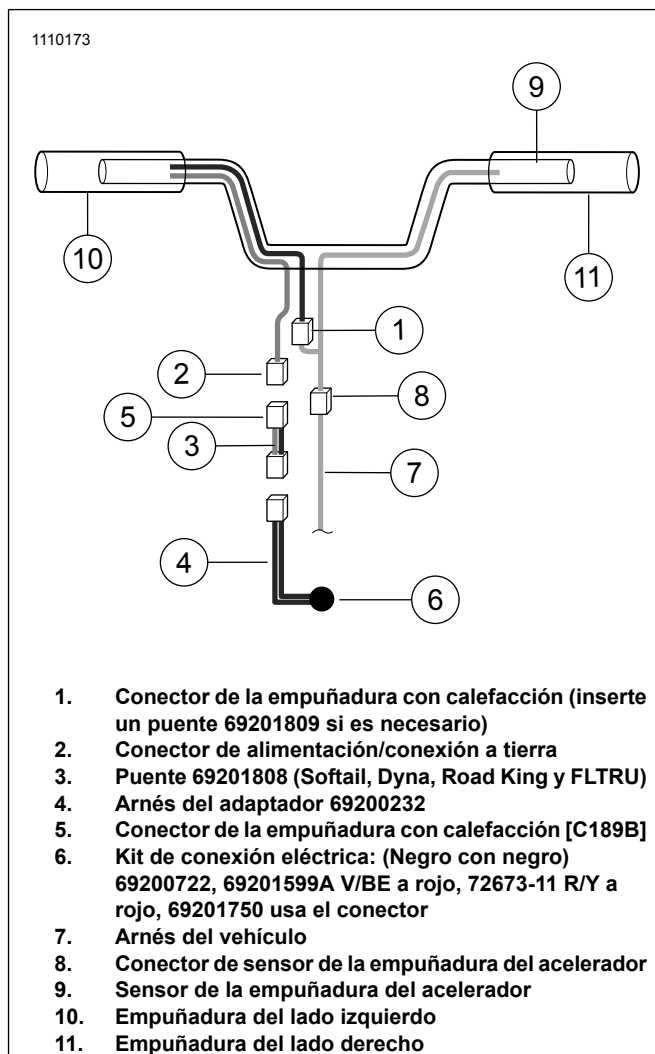

Figura 9. Conexiones eléctricas
- Vea la Figura 9. Quita el fuselaje exterior.
- Conecte la interconexión de la empuñadura con calefacción (1) de Figura 9 a la empuñadura de la izquierda.
- Conecte el cable de conexión a tierra/alimentación de la empuñadura con calefacción (2) del lado izquierdo de Figura 9.
3. Conecte la interconexión de la empuñadura con calefacción (1) de Figura 9 a la empuñadura de la izquierda.
- b. Vea la Figura 9. Acople el conector de 2 patillas de la empuñadura con calefacción (2) al conector de 2 patillas de 69201750 detrás del faro delantero. Agregue el puente (3) si se requiere una longitud adicional.
8. Corte el puente (4) a la longitud suficiente para que se empalme en el kit (6).
9. Pele los cables de la parte posterior y empalme con el arnés de conexión eléctrica (7).
11. Finalice la instalación del kit de conexión eléctrica (6) de acuerdo con las instrucciones del kit.